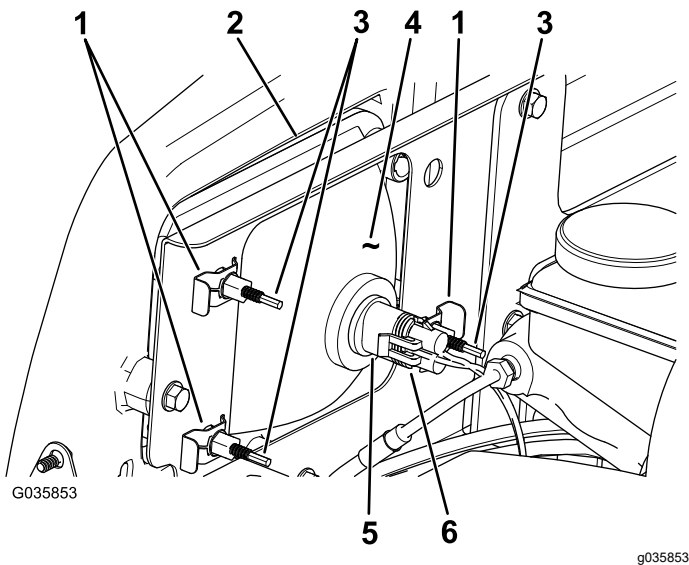

Figura 50
3. Scollegate il connettore elettrico del cablaggio dal connettore del gruppo luci (Figura 50).
4. Togliete i fermagli che tengono bloccato il faro anteriore sulla relativa staffa (Figura 50).
5. Rimuovete il gruppo faro anteriore spostandolo in avanti attraverso l'apertura nel paraurti anteriore (Figura 50).
6. Montate il nuovo faro anteriore attraverso l'apertura nel paraurti (Figura 50).
8. Collegate il connettore elettrico del cablaggio al connettore del nuovo gruppo luci (Figura 50).
2. Sul retro del gruppo faro, ruotate le viti di regolazione (Figura 50) per ruotare il gruppo faro e allineare la posizione di getto del fascio.